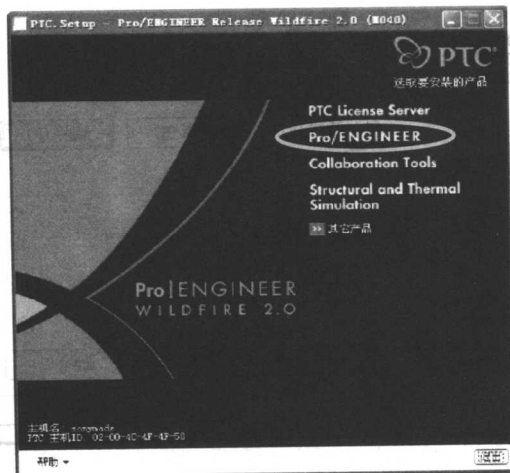

图 1-5 安装界面对话框
9) 由于 Pro/ENGINEER Wildfire 安装进入时间相对较长, 耐心等待出现如图 1-5 所示安装界面对话框, 在选取要安装产品复选框下选择【Pro/ENGINEER】选项。